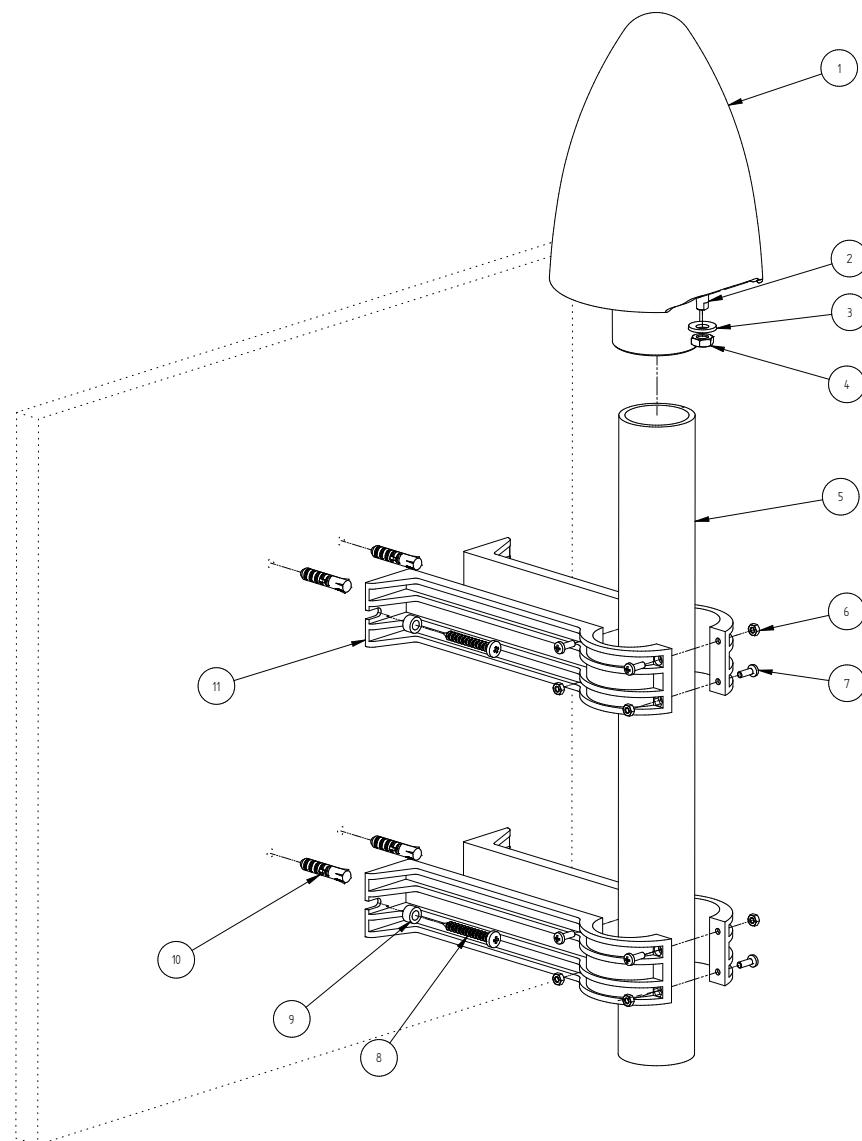

Abbildung 7.6: Montage einer Meinberg GNSS-Antenne an einer Wand
■ Abb. 7.6 stellt die Montage einer Meinberg GNSS-Antenne an einer Wand dar.
1. Legen Sie das Antennenrohr (Pos. 5 in Abb. 7.6) in die dafür vorgesehenen Wölbungen der beiden Paare der Antennenrohr-Halter (Pos. 11). Befestigen Sie das Antennenrohr in jeder der beiden Antennenrohr-Halter (Pos. 11), mit vier M4x12-Linsenkopf Kreuzschlitz (Pos. 7) und den entsprechenden M4-Sechskantmuttern (Pos. 6). Um sicherzustellen, dass das Antennenrohr (Pos. 5) so sicher wie möglich sitzt, sollten die oberen und unteren M4x12-Schrauben (Pos. 7) in jedem der beiden Antennenrohr-Halter aus entgegengesetzten Richtungen eingesetzt werden, wie in Abb. 7.6 gezeigt.